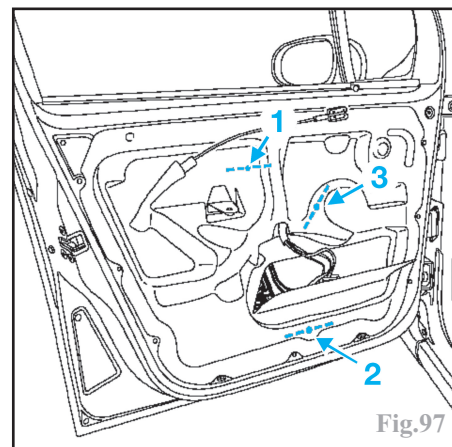

Fig.97
Procéder à la dépose de la garniture de la porte (voir opération concernée). Découper le panneau d'étanchéité de la porte, suivant le marquage inférieure (1) (Fig.83). Abaisser la vitre, afin d'accéder à son agrafe de fixation, en rebranchant provisoirement la platine de lève-vitres. Pousser l'ergot de l'agrafe, tout en tirant la vitre vers le haut (Fig.84). Maintenir la vitre en position haute, à l'aide d'un ruban de masquage. Découper le panneau d'étanchéité autour des écrous de fixation du mécanisme (Fig.97). Déposer :
- les écrous (1) (2) et (3).
- respecter l'ordre de serrage des écrous de fixation du mécanisme (Fig.97).